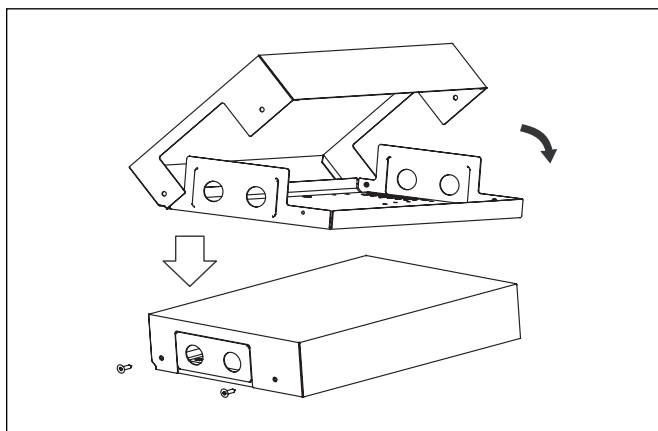

Figure 5
- Réinstallez le couvercle et serrez les vis (voir la Fig. 5).